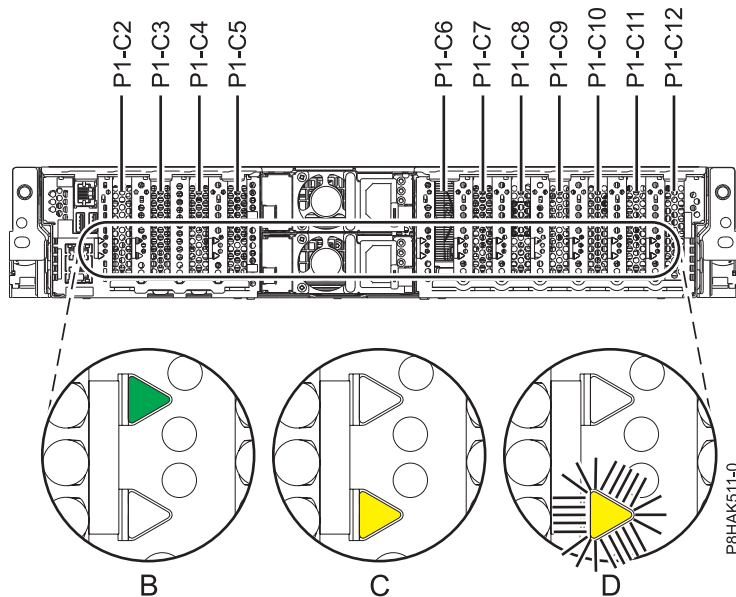

Figura 31. Ubicación de la ranura del adaptador PCIe y de los LED en el sistema 5148-21L, 5148-22L, 8247-21L, 8247-22L, 8284-21A o 8284-22A
6. Familiarícese con las ubicaciones de las ranuras del adaptador PCIe y los indicadores de servicio del adaptador PCIe al que desea aplicar el servicio. Los Adaptadores PCIe se instalan en la parte posterior del sistema. En la La Figura 31 en la página 51 muestra la ubicación de los adaptadores PCIe en un sistema 5148-21L, 5148-22L, 8247-21L, 8247-22L, 8284-21A o 8284-22A y de los diodos emisores de luz (LED) del adaptador PCIe.